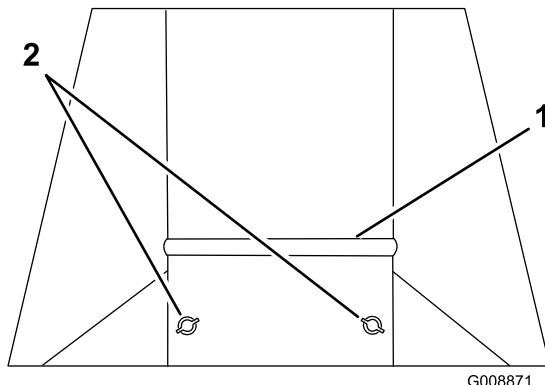

Figura 8
- Afloje las 2 tuercas de la placa de condiciones de siega y deslice ésta hacia arriba si está segando hierba corta y seca, o hacia abajo si está segando hierba larga y mojada (Figura 8).